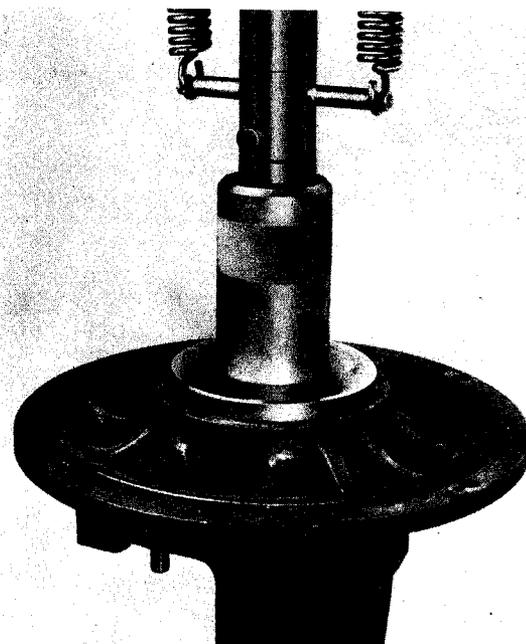

Fig. 13
- (1) Il est conseillé de déposer la butée de couronne, pour que la trompette soit d'aplomb sous la presse.
- 1° La précharge des roulements de différentiel étant effectuée (op. J 15), mettre en place, à la presse, la cuvette côté différentiel (fig. 13). Outils Service MILO - MASU.